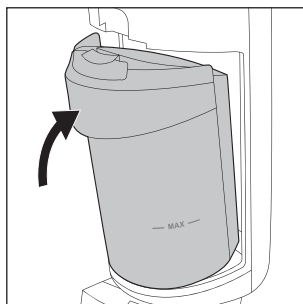

Fig. 30
- ♦ Fissare nuovamente il contenitore dell'acqua sporca **2** all'apparecchio inserendo innanzitutto il fondo del contenitore dell'acqua sporca **2**. Poi spingere il contenitore dell'acqua sporca **2** verso l'apparecchio finché il contenitore dell'acqua sporca **2** non s'innesta udibilmente nell'apparecchio (vedere fig. 30).